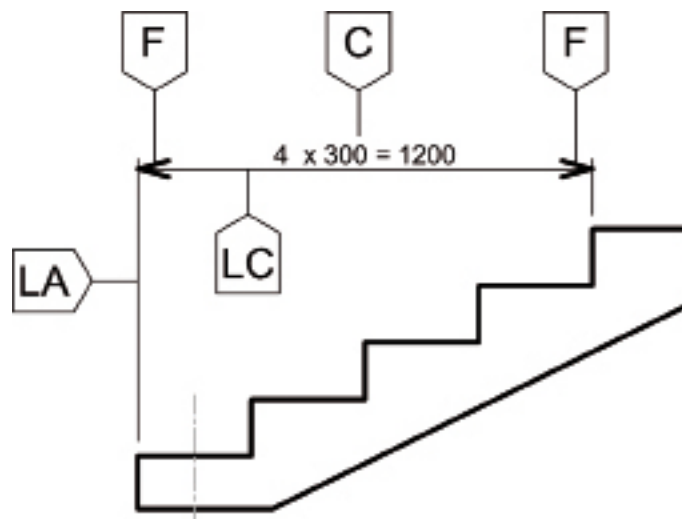
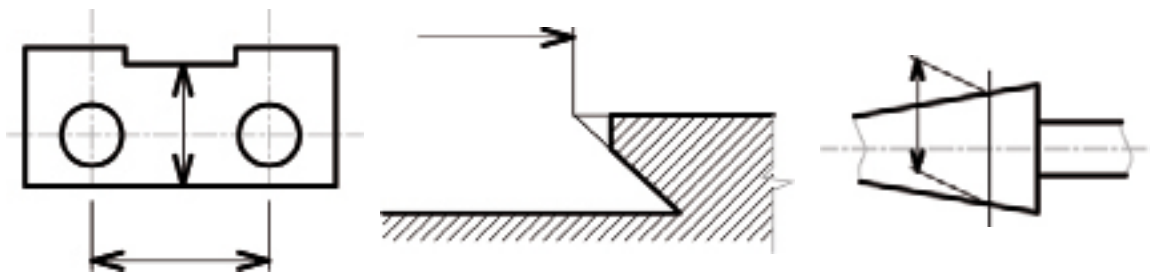
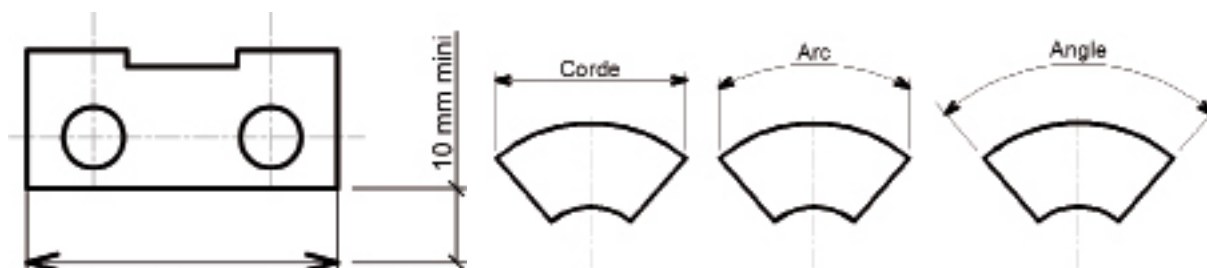

Figure 1
Figure 2
Figure 3
- deux lignes d'attache, LA sur la Figure 1, en trait fin, indiquant où débute et où finit la cote. Elles doivent aller jusqu'aux points de début et de fin de cote. Elles peuvent dans le cas d'esquisse en trait fin s'arrêter à 5 mm des points de début et de fin de la cote. Une ligne de contour ou d'axe peut servir de ligne d'attache voir Figure 2 ;
- une ligne de cote, LC sur la Figure 1 en trait fin parallèle à la dimension qu'elle cote. Faire dépasser légèrement les lignes de cote par les lignes d'attache voir Figure 3 ;